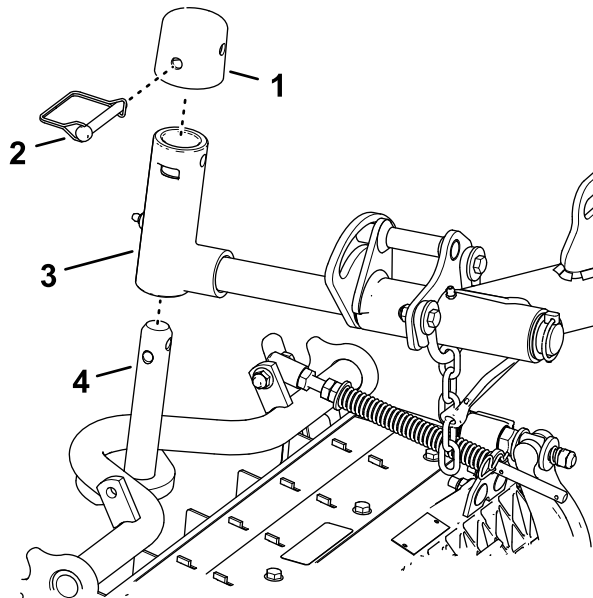

Figura 25
1. Deslice una unidad de corte debajo del brazo de elevación (Figura 25).
– Bloquee los pivotes de las unidades de corte para evitar que las unidades de corte giren cuesta abajo al segar de través en una pendiente. Utilice el orificio del brazo giratorio (Figura 25) para bloquear la unidad de corte. Utilice la ranura si la unidad de corte es dirigible.